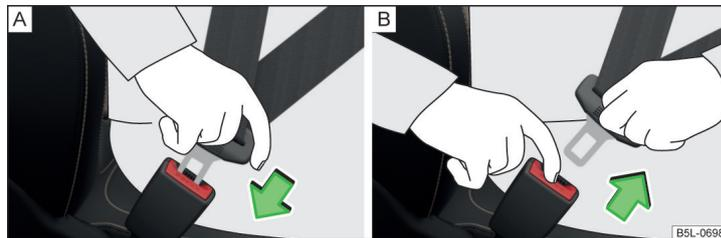

Fig. 5 Colocar y quitar el cinturón de seguridad
- Introduzca la lengüeta en el cierre correspondiente al asiento » fig. 5 - **A** hasta que se oiga que encaja.
- Agarrar la lengüeta del cinturón y pulsar la tecla roja en el cierre del cinturón » fig. 5 - **B**, la lengüeta del cinturón saldrá disparada.